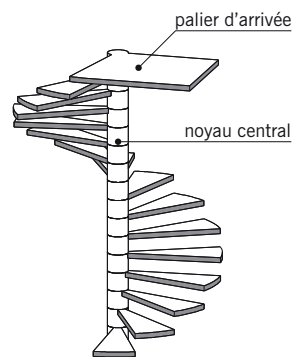

fig. 13.10
■ L'**escalier hélicoïdal** appelé aussi **escalier à vis**, **en spirale** ou **en colimaçon** (fig. 13.10) : escalier tournant dont les marches se développent autour d'un noyau cylindrique central.